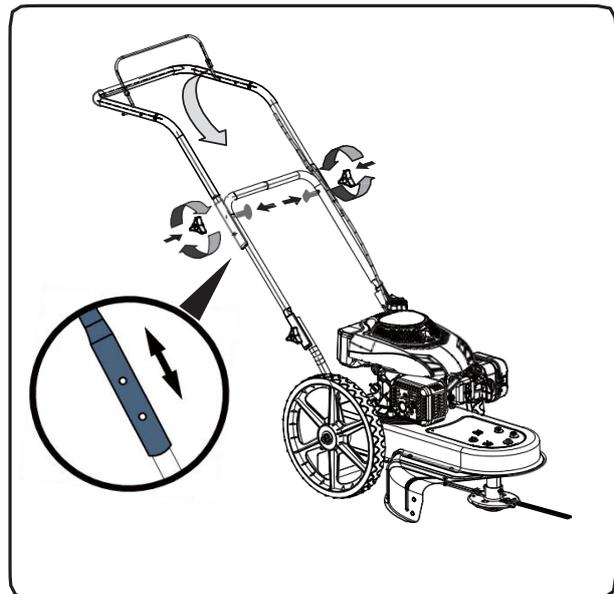

Figure 3-2
2. Trouvez la poignée supérieure et déplacez la poignée supérieure dans l'une des deux positions en faisant pivoter et en fixant la poignée du milieu. Voir la figure 3-2